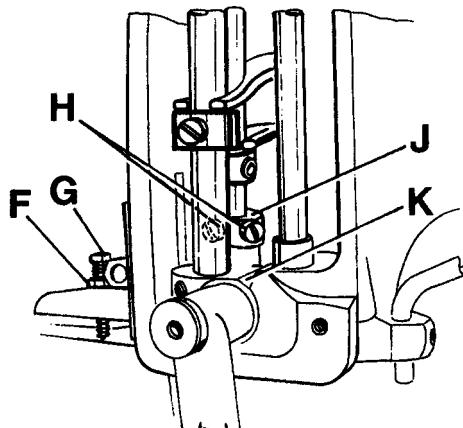

Fig. 19
For setting the small gap between the feed dogs loosen nut (F, Fig. 19). Turning in screw (G) increases the gap, turning it out decreases the gap. Retighten nut (F).
Zum Einstellen des Luftspalts zwischen den Transporteuren lösen Sie die Mutter (F, Fig. 19). Eindrehen der Schraube (G) vergrößert den Luftspalt, Herausdrehen verkleinert ihn. Ziehen Sie die Mutter (F) wieder an.
For adjustment loosen the two screws (H, Fig. 19) and raise the supporting yoke (J) when the upper feed dog should lift more, or lower it when it should lift less. Retighten screws (H).
Zum Einstellen lösen Sie die beiden Schrauben (H, Fig. 19) und stellen das Stützlager (J) höher, wenn der Obertransporteur mehr oder tiefer, wenn er weniger abheben soll. Ziehen Sie die Schrauben (H) wieder an. Auf Kundenwunsch ist auch ein alternierender Obertransport lieferbar.